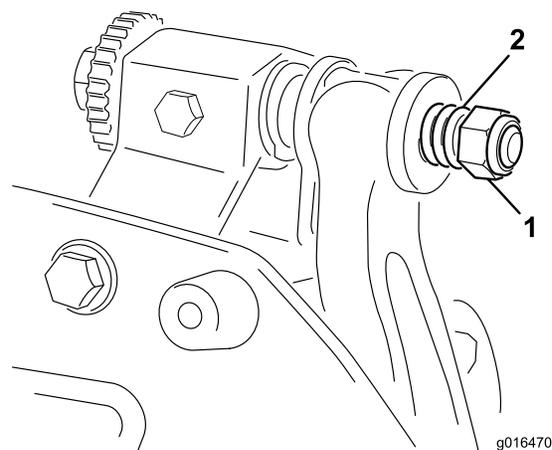

图24
6. 旋紧弹簧加压螺母直到弹簧完全压紧然后往回松开1/2圈图24。